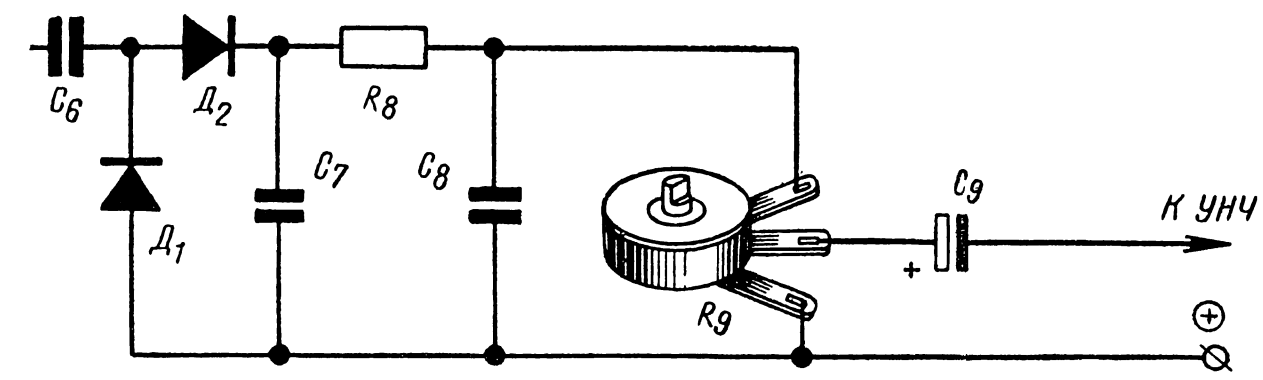
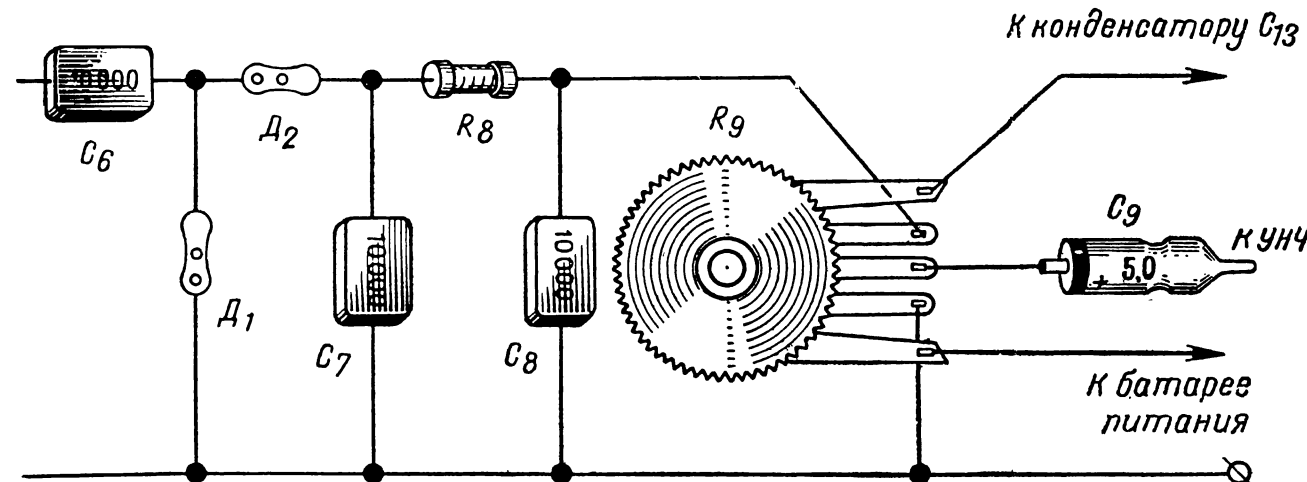

Рис. 14. Введение переменного резистора СП, СПО
Рис. 15. Подключение переменного резистора СПЗ-3
1. В схему приемника можно добавить регулятор громкости, заменив для этого постоянный резистор  $R_9$  переменным резистором типа СП, СПО (рис. 14) или резистором, совмещенным с выключателем, типа СПЗ-3 (рис. 15).